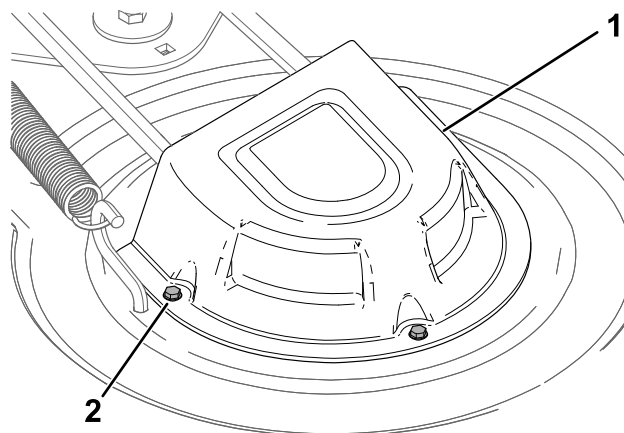

Figura 48
4. Afloje los tornillos y retire las cubiertas de las poleas (**Figura 48**).